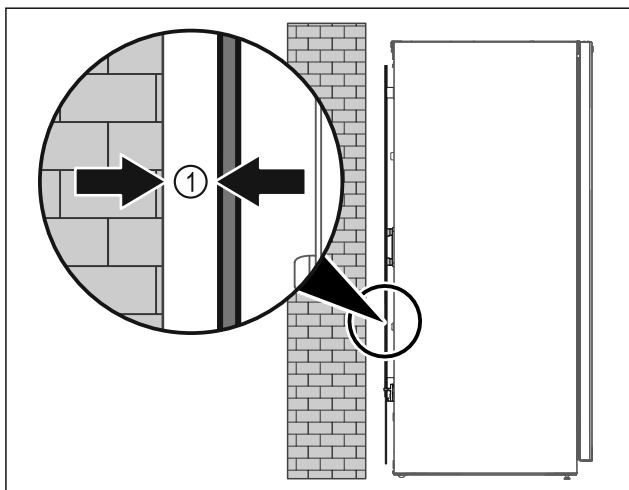

Fig. 6
- ▶ Instalați aparatul fie liber în încăpere sau direct la un perete cu o distanță minimă de 5 mm Fig. 6 [1].